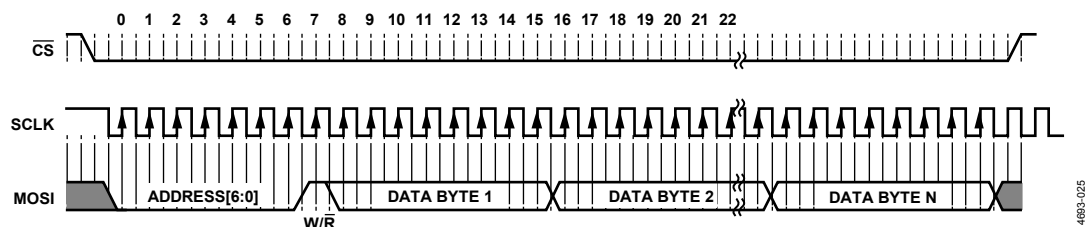
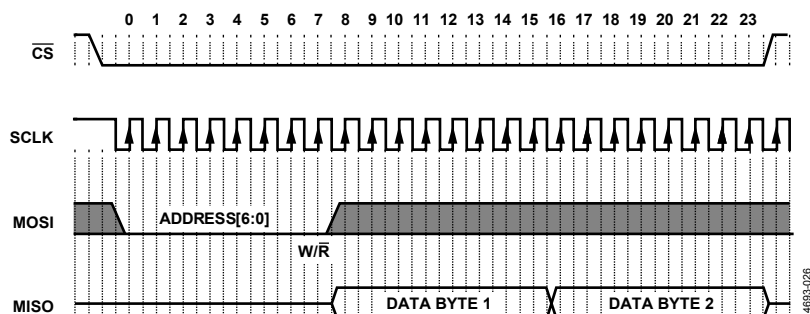

図 25. SPI スレーブ書き込み用のクロック供給（バースト書き込みモード、N バイト）
図 26. SPI スレーブ読出し用のクロック供給（シングルワード・モード、2 バイト）
単一のレジスタに対するマルチワード SPI 書き込み動作のサンプル・タイミング図を図 25 に示します。シングルワード SPI 読出し動作のサンプル・タイミング図を図 26 に示します。MISO ピンは、有効な \overline{R} ビットを受信した後、3 ステート (Z) から、駆動される状態に遷移します。この例では、バイト 0 はアドレスと W/R ビットで構成されており、それ以降のバイトはデータを伝送します。マルチワード SPI 読出し動作のサンプル・タイミング図を